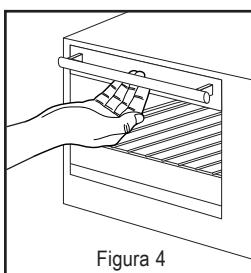

Figura 4
**Paso 1.** Agarre el centro de la manija con las yemas de los dedos (ver Figura 4).